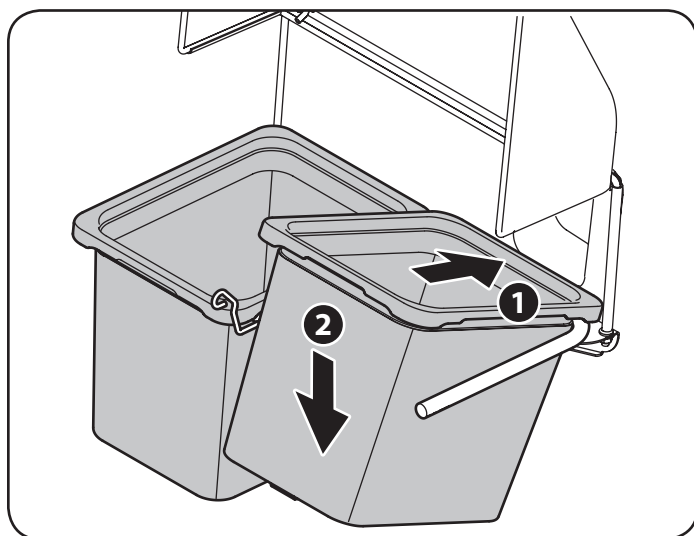

Figure 7
6. Installer les sacs sur le cadre de montage, comme illustré à la Figure 7. Il suffit de placer le bord d'attaque du sac sur le rail du cadre avant, puis de le basculer vers l'arrière et vers le bas. Répétez avec l'autre sac.